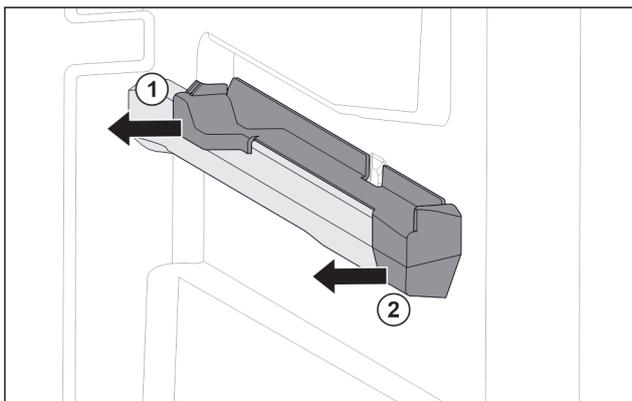

Fig. 45 Élément emboîtable sur la nervure de récipient droite
- Le retirer sur le côté par l'arrière. Fig. 45 (1)
- Le retirer sur le côté par l'avant. Fig. 45 (2)